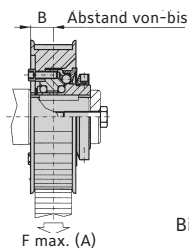

Bild 4
Die Antriebsselemente, z.B. Zahnriemenscheiben (Bild 4) werden auf dem Anbauflansch zentriert und mit demselben verschraubt. Liegt die Radialkraft des Antriebses zwischen den beiden Kugeln der R+W-Sicherheitskupplung (B) kann auf eine zusätzliche Lagerung verzichtet werden. Zulässige Maße und Riemenvorspannkraften (A) nach Tabelle 1 beachten.